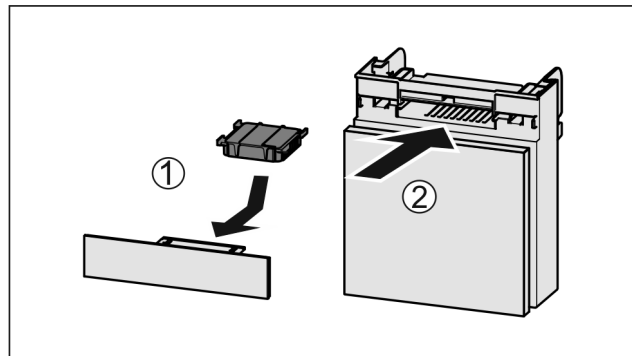

Fig. 102
- ▶ Вставити фільтр з активованого вугілля за малюнком Fig. 102 (1).
- ▶ Вставити відділення Fig. 102 (2).